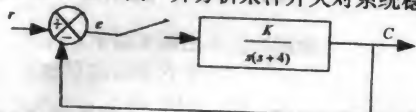

图 6 采样系统
5. (15%) 设采样系统如图 6 示, 其中 $G(s) = \frac{K}{s(s+4)}$, 采样周期 $T=0.25s$ 。求能使系统稳定的 K 值范围, 并分析采样开关对系统稳定性的影响。